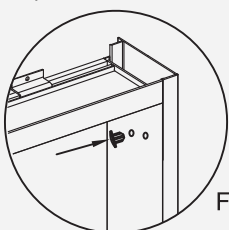

Fig 18
3. Complete los agujeros restantes con tapones de agujeros ③ (Fig 18). Llene los demás agujeros de los clips de estante con tapas decorativas ⑬ (Fig 19).